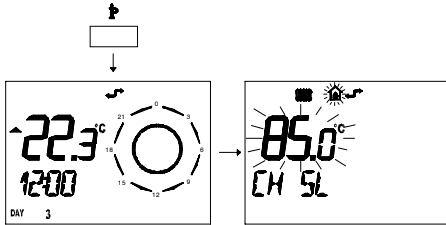

fig. 5.32
- 2 Premere per più di 3 secondi il pulsante  per entrare in modalità **I NFO**. (fig. 5.32)